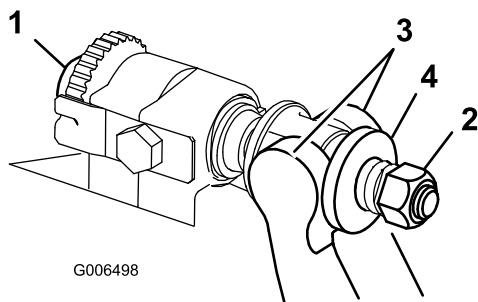

图13
1. 逆时针旋转底刀架调节螺丝，将底刀后撤离开滚刀（图13）。
2. 退出弹簧加压螺母，直到垫圈不再对底刀架（图13）施压。